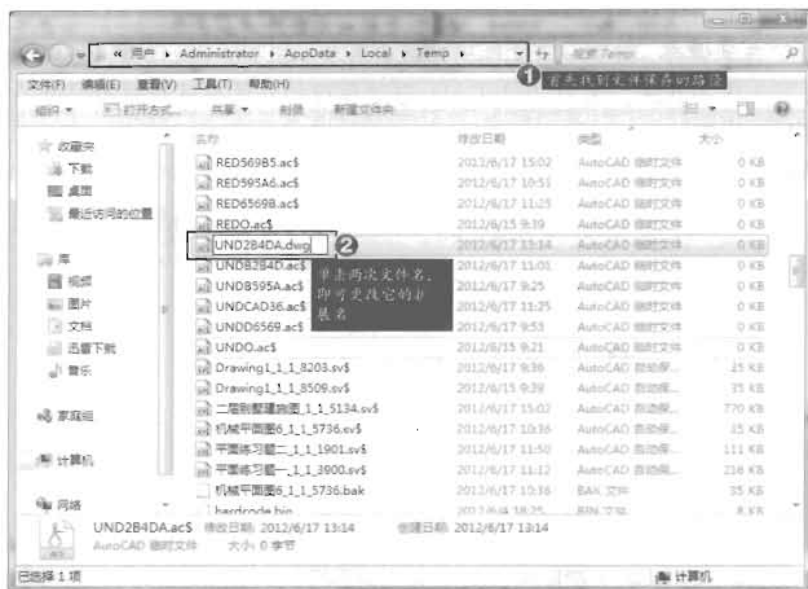

图 1-46
(3) 找到自动保存的文件, 因为这些文件的默认扩展名是“.sv\$”, 所以不能直接用 AutoCAD 将文件打开, 需要将其扩展名改为“.dwg”之后才能打开, 如图 1-46 所示。